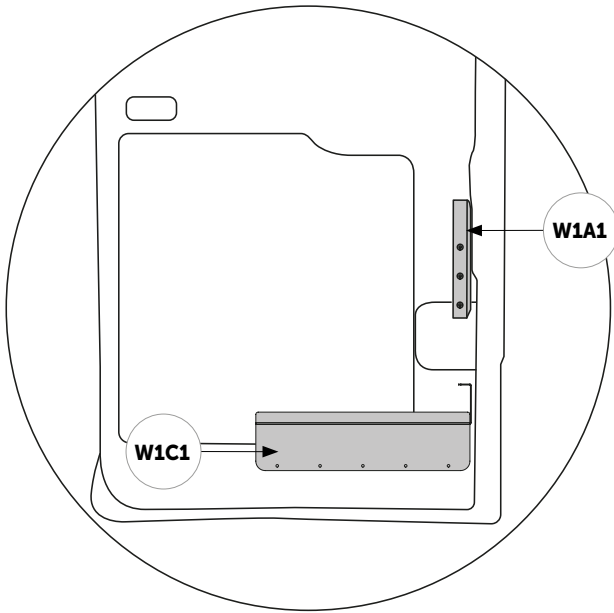

Abb. 2
1. **W1A1** wird in der unteren Aussparung (Abb. 1) so montiert, dass es bündig mit der Seite der Tür (Abb. 2) und bündig mit der Kante der Tür (Abb. 3) abschließt. Markiere die Positionen der Schraubenlöcher. Bohre die Löcher und schraube dann **W1A1** ein.
2. Das **W1C1**-Element wird unterhalb des Griffbereichs montiert. Stelle **W1C1** so ein, dass es mit dem zuvor installierten **W1A1** auf gleicher Höhe ist (Abb. 2). Markiere die Positionen der Schraubenlöcher. Bohre Löcher und schraube dann die Bewehrung ein – Element **W1C1**.